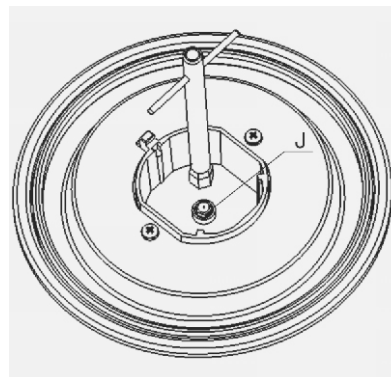

Figura 6
2. Usando la herramienta adecuada, coloque el inyector en la posición “J” (Figura 6)